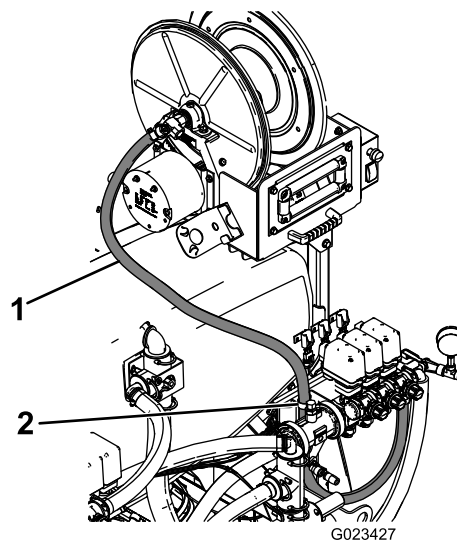

Figura 11
9. Prenda o grampo em R ao suporte de estabilização traseiro utilizando o parafuso e porca existentes (Figura 11).